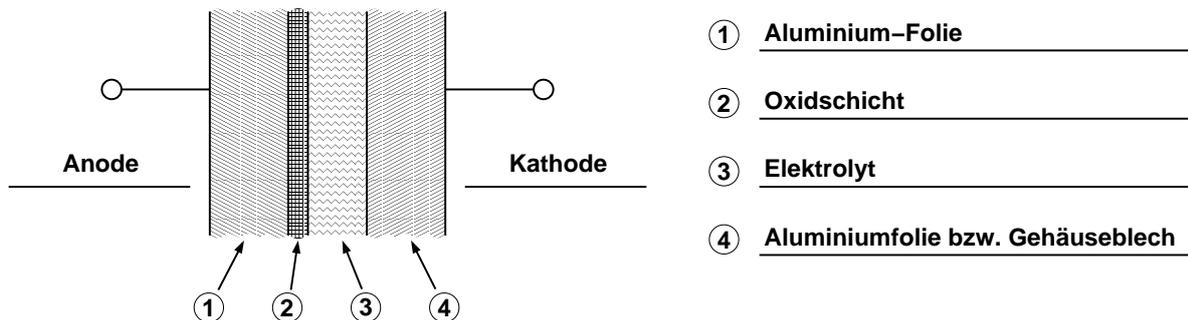

Abb. 1.1: Schematischer Aufbau eines Kondensators
- b) siehe Abb. 1.1
- c) siehe Abb. 1.1
- d) Zwischen dem Elektrolyt (3) und der Kathode (4) muss eine weitere Oxidschicht angebracht werden.